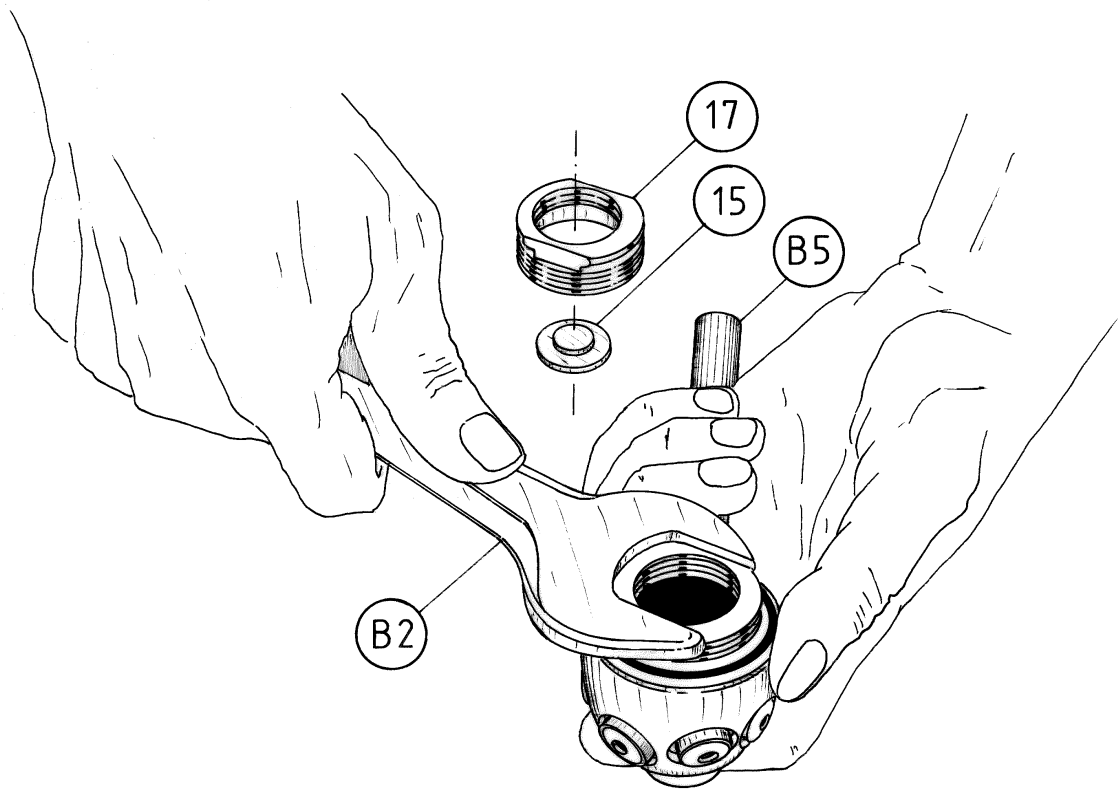

FIG. 5
14. Con la llave (B-2) destornille la tuerca de bloqueo (17) y quite el disco de apoyo del muelle (15). (Fig. 5).